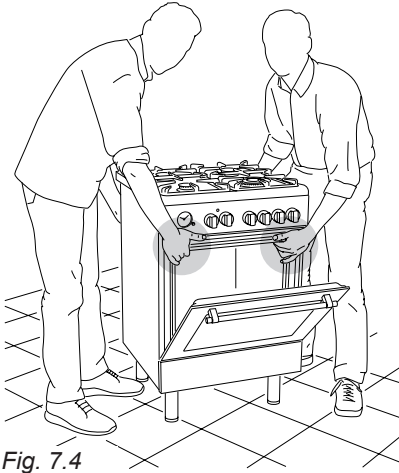

Fig. 7.4
**ATTENZIONE:** La cucina deve essere sempre raddrizzata da due persone per evitare di danneggiare i piedi (fig. 7.4).
**ATTENZIONE :** Quando si sposta la cucina nella sua posizione definitiva, **NON TRASCINARLA** (fig. 7.6), ma sollevare i piedi dal pavimento (fig. 7.4).